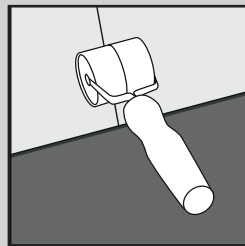

Fig. 4
5. Continuez la pose des lames dans la pièce jusqu'à ce que la rangée soit terminée à l'aide d'un rouleau à main. (Figure 4) Seulement s'il est nécessaire de le faire, utiliser un maillet en caoutchouc et une chute du produit pour taper délicatement sur le produit. Un tire-lame peut être utilisé pour tirer l'ensemble du revêtement de sol le long des bords de la pièce (Figure 5).